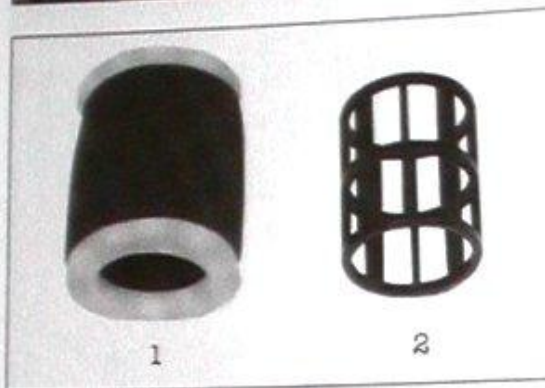

Bild 18
- Ab Baujahr 1996: Generatorstecker ① Bild 18 trennen, Starterrelais ② ausbauen und Luftfilterhalterung ③ herausziehen.